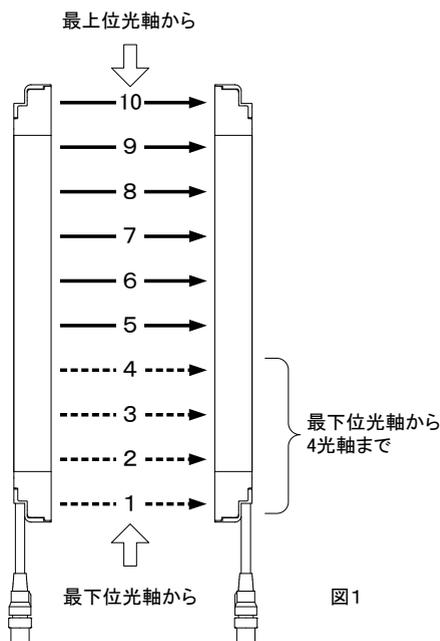

図1
- ① 全エリア (直列連結時のみ)
- ② 最下位光軸～任意の光軸まで (最下位光軸とは、最も電源側に近い光軸を意味します。設定例は図1参照。)
- ③ 最上位光軸～任意の光軸まで (最上位光軸とは、最も直列連結側に近い光軸を意味します。)
- ①を選択した場合 → 2-2 へ
②、③を選択した場合 → 2-4 へ
上記の例では、ピーク値は「123」、ボトム値は「100」です。ボトム位置は「下」なので、60 光軸の F3SJ の場合、1 ~ 20 光軸のどこかにボトム値となる光軸があることを表します。(図 1 参照)